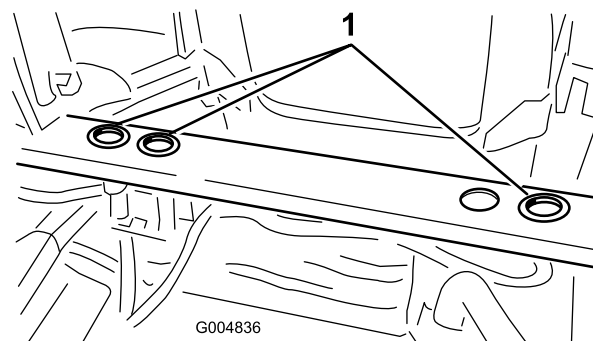

Figura 7
11. Montate gli anelli di tenuta in gomma nei 3 fori del supporto del telaio posteriore, come mostrato nella Figura 7.